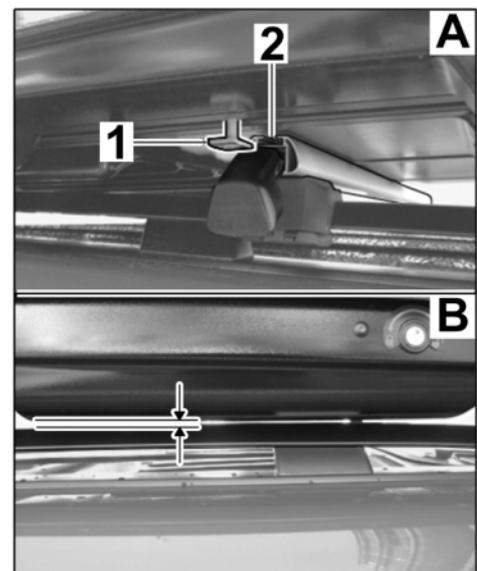

Bild 6
4.2 Verschlusskappe Dachtransportsystem (vorn / hinten) auf dieser Seite öffnen (⇒ Betriebsanleitung Fahrzeug, Kapitel 'Dachtransportsystem') und Dachbox 520 auf das Dachtransportsystem absetzen (⇒ Bild 6).
4.3 Position des nächstgelegenen Nutensteines (T-Bolzen M8 x 55) zur Nut im Träger Dachtransportsystem prüfen und ggf. ausrichten (⇒ Bild 6 -A-).